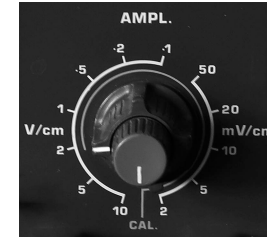

Abb. 2: Gesamtansicht des Oszilloskop (Y_A auf 0V) und verwendete Einstellungen im Detail
4) Zeichne in das leere Oszilloskop-Bild von Abb. 3d eine Wechselspannung mit dem Scheitelwert 3V und der Frequenz 30Hz (Einstellungen des Oszilloskops wie in Abb.2)